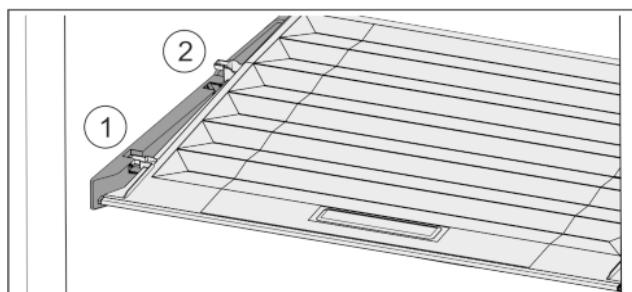

Fig. 32
- Кришку до отвору в деталях для підтримки потягнути вперед Fig. 32 (1).
- Підняти ззаду знизу та вийняти Fig. 32 (2) вгору.